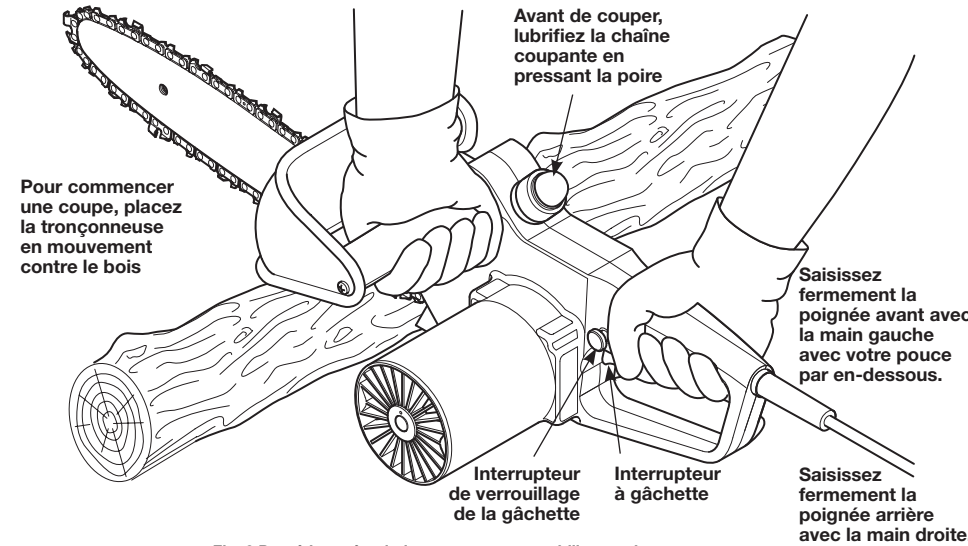

Fig. 8 Procédure sécuritaire pour couper une bille avec la tronçonneuse
- Saisissez fermement les deux poignées de la tronçonneuse avec les pouces et les doigts. Tenez fermement la poignée avant avec la main gauche avec votre pouce par en-dessous. Servez-vous de votre main droite pour tenir fermement la poignée arrière (Fig. 8).
- Quand vous êtes prêt à couper, appuyez sur l'interrupteur de verrouillage de la gâchette avec votre pouce droit tout en pressant la gâchette avec les doigts de la main droite (Fig. 8). Ceci allumera immédiatement la tronçonneuse. Relâchez la gâchette l'éteint.
- Pour commencer à couper, placez la chaîne coupante en mouvement contre le bois (Fig. 8). Maintenez la tronçonneuse bien en place pendant toute la coupe à travers la bille. Ceci contribuera à empêcher un éventuel rebond ou glissement ou les mouvements latéraux de la bille.